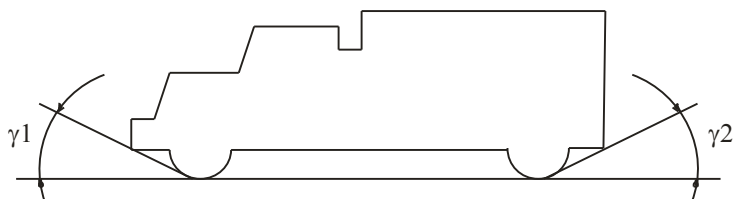

Рис. 2 Передний и задний углы свеса ( $\gamma_1$  и  $\gamma_2$ ) транспортного средства.
2.2.7. Передний и задний углы свеса ( $\gamma_1$  и  $\gamma_2$ ) взвешиваемого транспортного средства (см. рис.2) не должны быть меньше  $12^\circ$ . В противном случае для взвешивания рекомендуется использовать весы с более пологими бетонными пандусами или врезные весы.